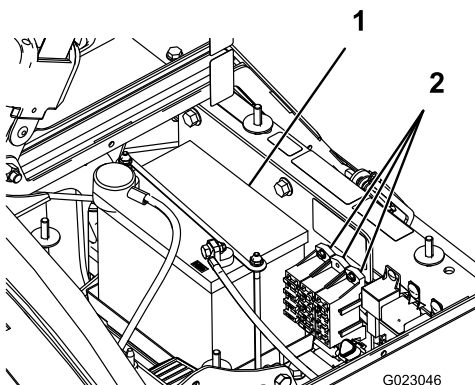

Figura 43
Existem 2 blocos de fusíveis e 1 ranhura vazia no sistema eléctrico. Encontram-se debaixo do banco (Figura 43).
2. A bateria encontra-se no lado direito da máquina por detrás da bomba (Figura 43).
5. Retire as fixações e os fechos da bateria (Figura 43).
2. Coloque a fixação da bateria, assim como os fechos que retirou anteriormente (Figura 43).
4. Coloque a cobertura da bateria e aperte-a com os 2 manípulos (Figura 43).
1. Desaperte os manípulos na parte lateral da caixa da bateria e retire a cobertura da bateria (Figura 43).